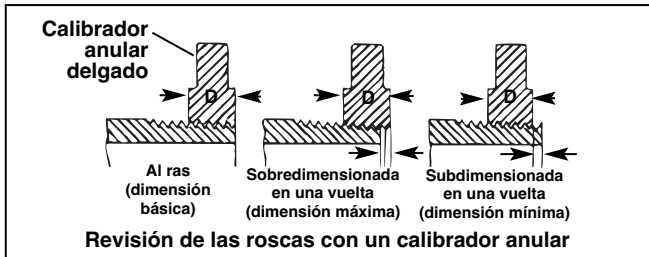

Figura 22 – Revisión del tamaño de la rosca
- Observe el extremo del tubo y vea cuánto se asoma más allá del calibrador anular. El extremo del tubo debe quedar al ras con el borde del calibrador, más/menos una vuelta (Figura 22). Si la rosca no mide lo que corresponde, corte el tubo para eliminar la rosca, ajuste el cabezal de terrajas y corte otra rosca. El uso de una rosca que no cumple con la medición correcta puede causar fugas.